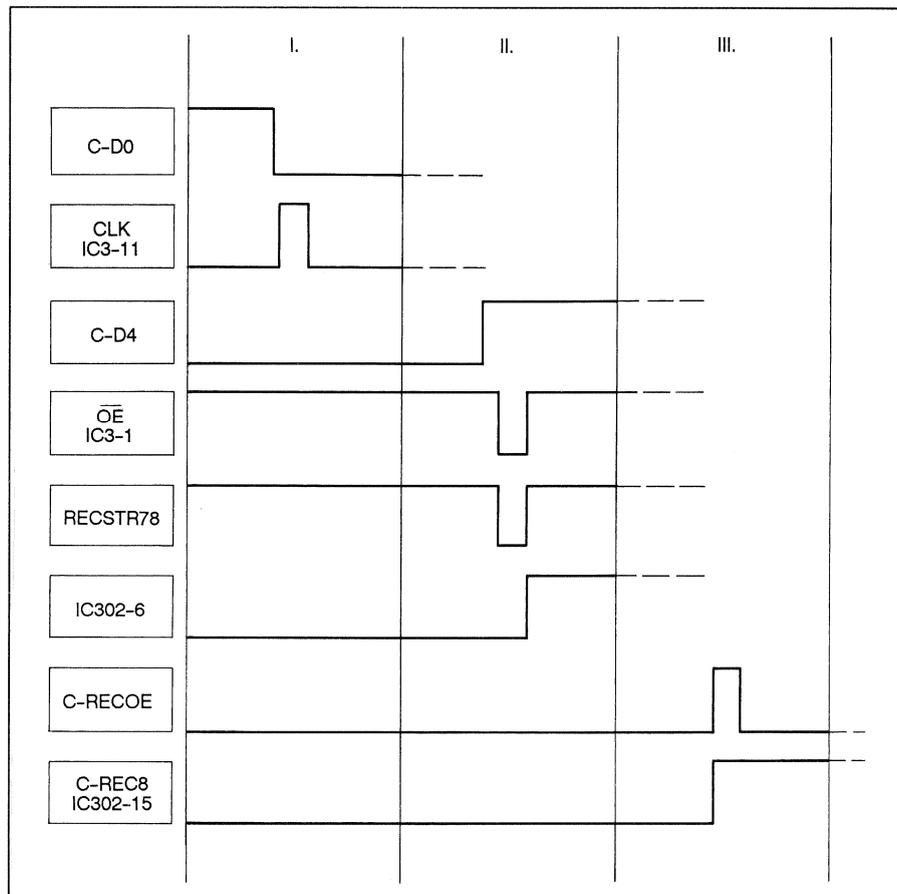

Fig. 1
1. Erzeugung des Signals C-REC8 (Record Relais Kanal 8), siehe Fig. 1 und 2